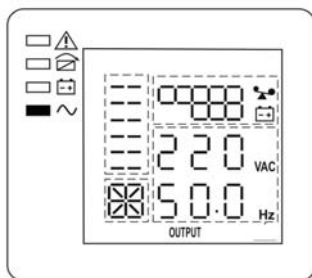

Рисунок 7 — состояние ЖК-дисплея и индикаторов в режиме «ОСНОВНОЙ»
- Включите изделие комбинацией кнопок  +  (см. п. 1 таблицы 2). Изделие выполнит автоматическое самотестирование, определит качество входного сетевого напряжения и уровень нагрузки. Процесс самотестирования сопровождается последовательным включением/выключением всех индикаторов. После самотестирования изделие перейдет в режим «ОСНОВНОЙ» и продолжит заряд АКБ. Индикатор «БАЙПАС» погаснет, а индикатор «ИНВЕРТОР» включится (см. рисунок 7).
- Включить нагрузки. Если нагрузок много, необходимо включать их последовательно, одну за другой, на ЖК—дисплее отобразится уровень нагрузки (см. рисунок 7).
Вновь подать сетевое напряжение. Изделие должно автоматически перейти в режим «ОСНОВНОЙ» (см. рисунок 7), либо в режим «ЭКО», если параметр ECO включён (см. Приложение 2, описание настройки параметров изделия).